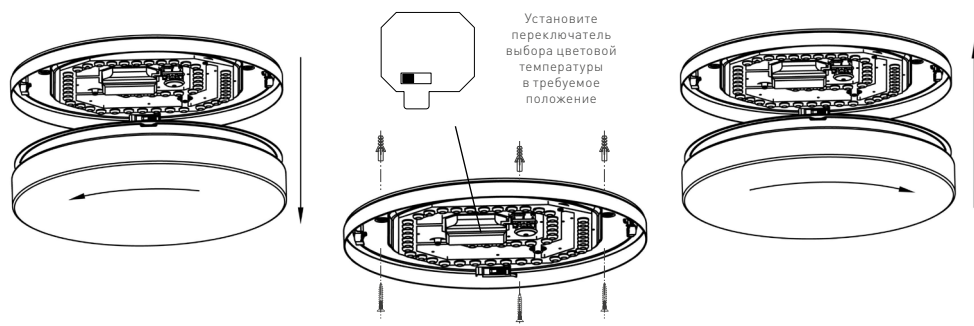

Рис. 2. Установка и подключение светильника
- 3.2. Снимите плафон рассеивателя, как показано на рис. 2.